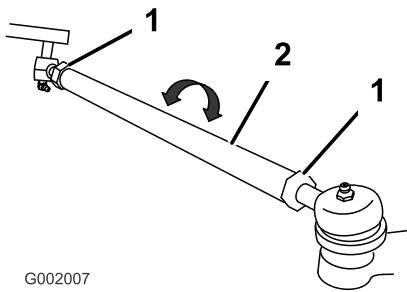

図 57
5. 前後の測定値の差が所定範囲にない場合、タイロッド両端のジャムナットを外して調整を行う(図 57)。